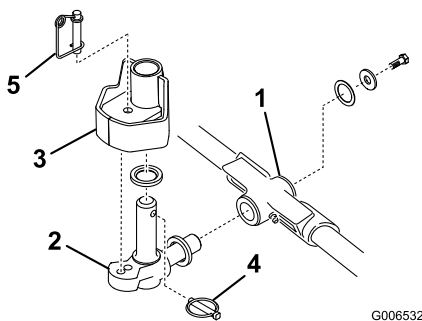

Figura 13
1. Introduza uma anilha de encosto no veio horizontal da articulação como mostrado em Figura 13.
2. Introduza o veio horizontal da articulação no tubo de montagem da estrutura de suporte (Figura 13).
3. Fixe a articulação na estrutura de suporte com uma anilha de encosto, uma anilha chata e um parafuso de cabeça flangeada (Figura 13).
4. Introduza uma anilha de encosto no veio vertical da articulação (Figura 13).
5. Se tiver sido removido, introduza o veio vertical da articulação no encaixe de eixo do braço de elevação (Figura 13). Posicione a articulação entre os dois amortecedores de centragem de borracha existentes no lado de baixo da placa de direcção do braço de elevação.
6. Introduza o pino de sujeição no orifício cruzado existente no veio da articulação (Figura 13).
Nota: Se a posição da unidade de corte tiver que estar fixa, introduza o pino de bloqueio da direcção no orifício de montagem da articulação (Figura 13).
11. Fixe o cabo da mola em volta da parte inferior do pino de bloqueio da direcção (Figura 13).